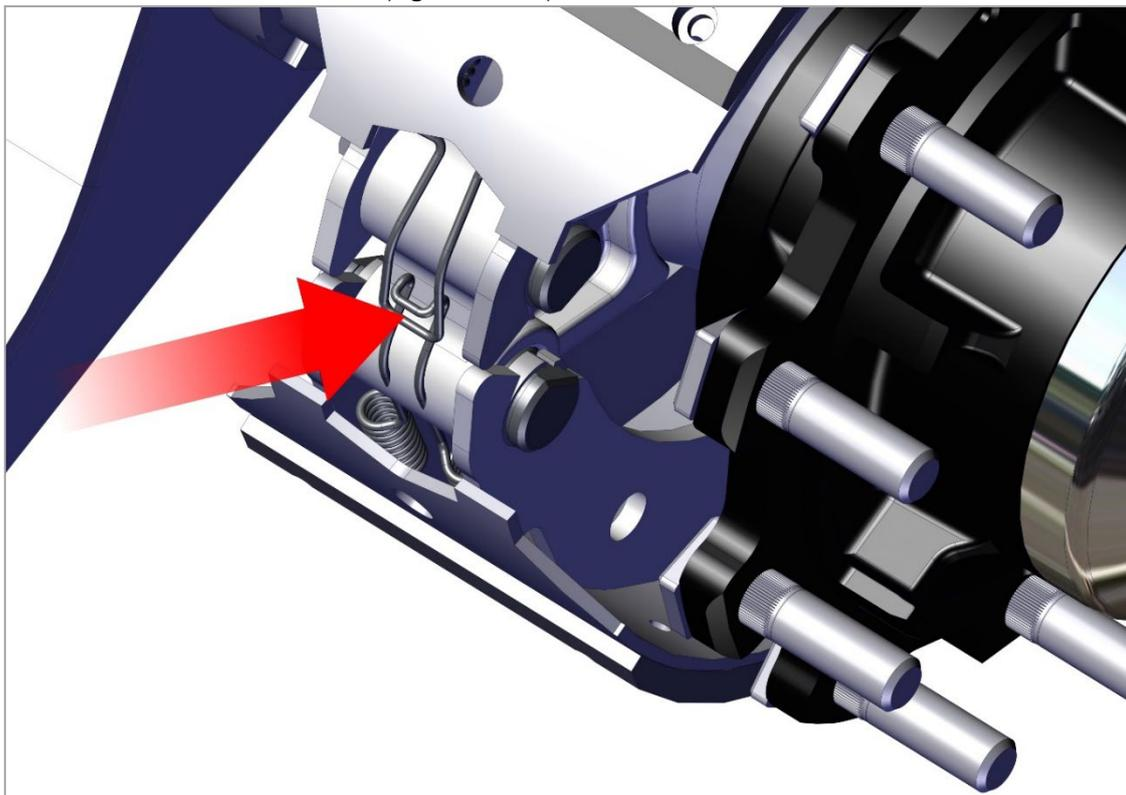

Рис. 19. Зажим пружины.
3) Используя отвёртку, освободите зажим пружины из тормозной колодки. Снимите зажим пружины (рис. 19);